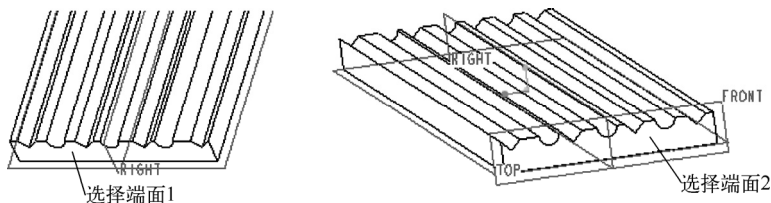

图 6-141 选择两个平行面来定义折弯长度
9) 灵活调整模型视角, 分别选择图 6-141 所示的相互平行的实体端面 1 和端面 2。